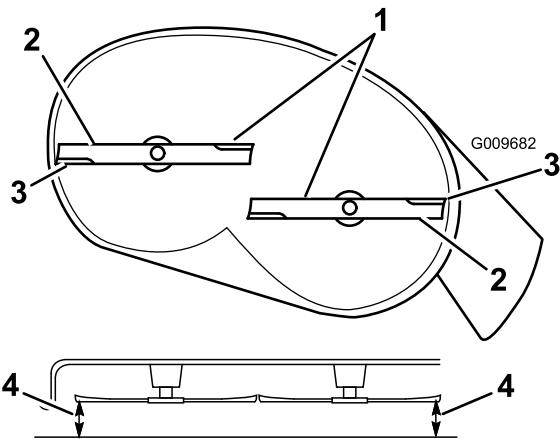
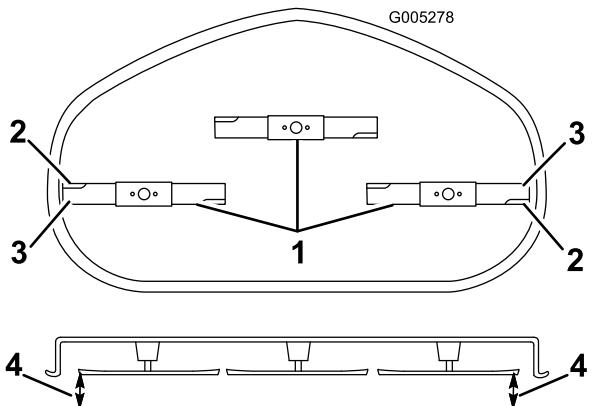

Bild 57
Bild 58
- Drehen Sie die Messer vorsichtig, sodass sie alle seitlich gestellt sind (Bild 57 und Bild 58).
- Messen Sie den Abstand zwischen den äußeren Schnittkanten und der ebenen Oberfläche (Bild 57 und Bild 58).